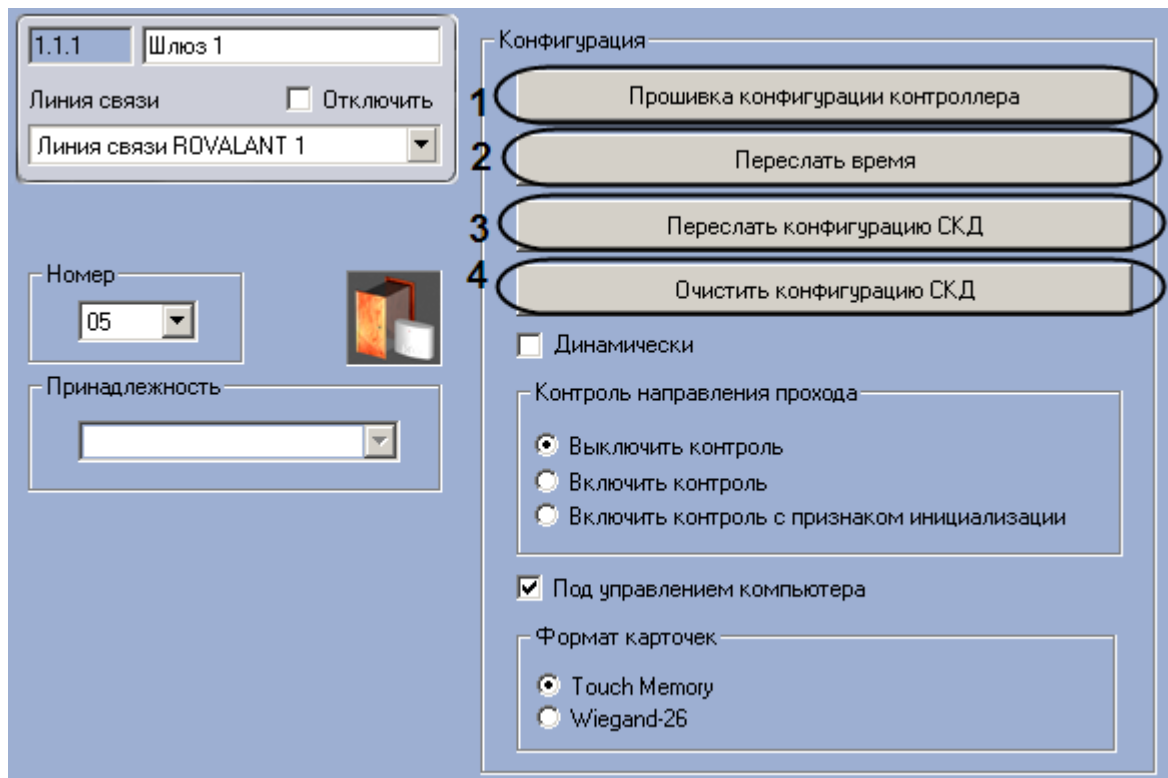

Рис. 3.4—22. Пересылка конфигурации шлюза
1. Перейти на панель настроек объекта **Шлюз** (Рис. 3.4—22).
2. Для пересылки на шлюз конфигурации с контроллера нажать на кнопку **Прошивка конфигурации котроллера** (см. Рис. 3.4—22, 1).
3. Для пересылки времени Сервера на шлюз нажать на кнопку **Переслать время** (см. Рис. 3.4—22, 2).